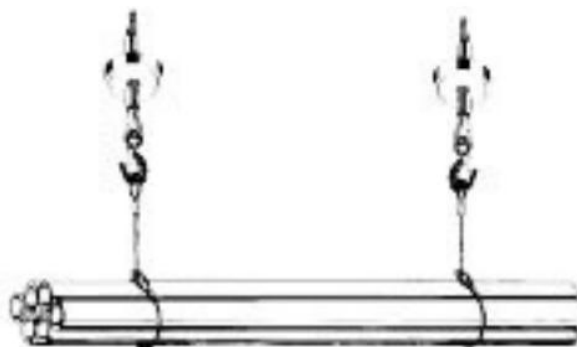

FIG. 16 — Proibido empregar dois guinchos para a mesma carga
- 11) Não utilize dois guinchos para levantar uma só carga (FIG. 16).